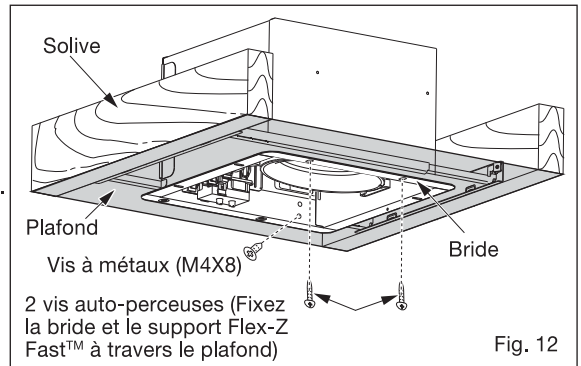

Fig. 12
4. Fixez le boîtier du ventilateur au support Flex-Z Fast™ à l'aide de 2 vis auto-perceuses, branchez la fiche au réceptacle et fixez le boîtier du ventilateur à l'adaptateur à l'aide de vis à métaux (M4X8). (Fig. 12)